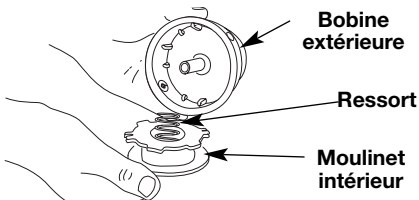

Fig. 13
2. Retirez le moulinet intérieur de la bobine extérieure (Fig. 13).
3. Retirez le ressort du moulinet (Fig. 13).
- Retirez l'ancien moulinet intérieur de la bobine extérieure (Fig. 13).
- Retirez le ressort de l'ancien moulinet intérieur (Fig. 13).